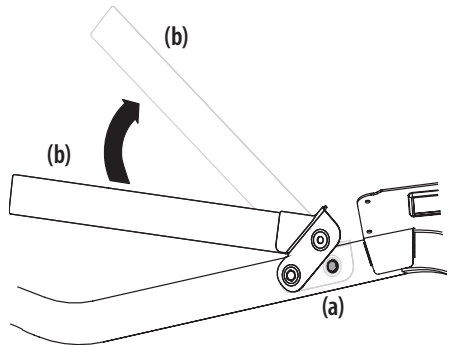

Figure 4
1. Retirez les deux vis à bride hexagonales (a) partiellement installées sur le châssis. Consultez la Figure 4.
2. Faites pivoter le cerceau supérieur (b) pour le mettre en position appropriée. Consultez la Figure 4.